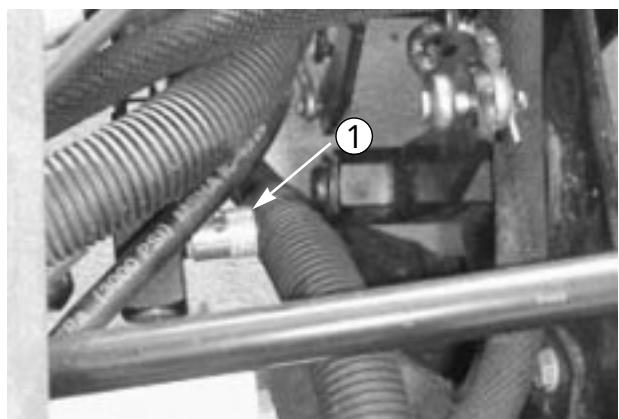

図63
1. 調整バルブ（図63）は左前昇降シリンダ（フットレストの下）に付いている。